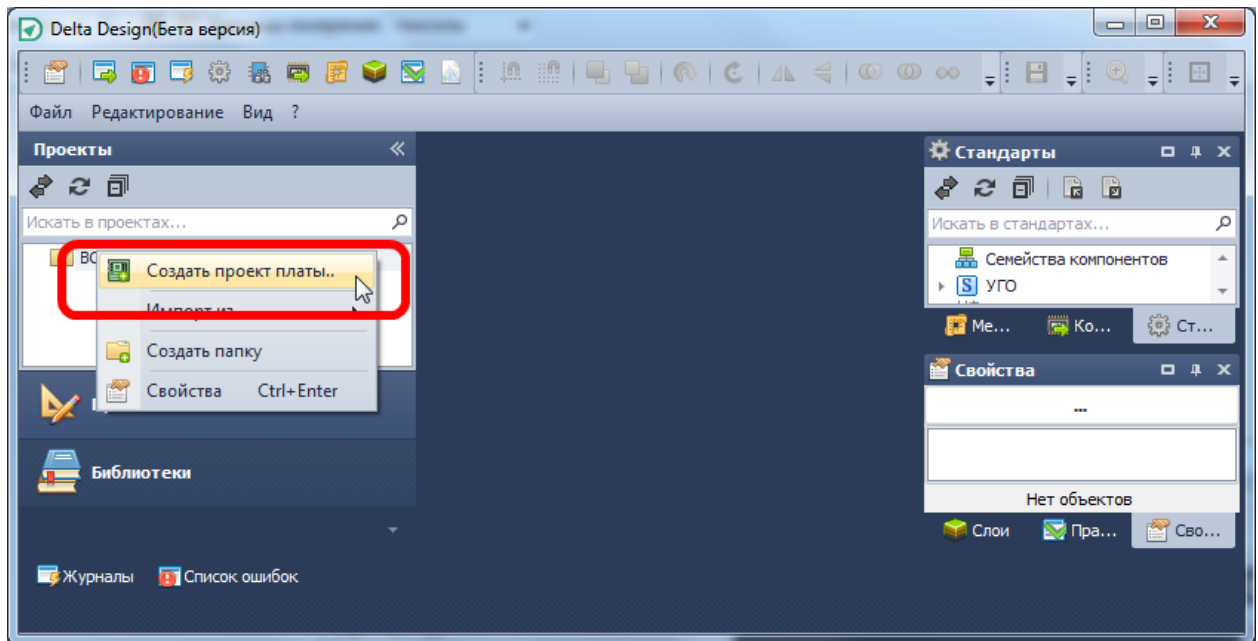

Рис. 320. Создание нового проекта
2. Вызовите контекстное меню на узле «Все проекты» и выберите пункт «Создать проект платы...», см. Рис. 320.